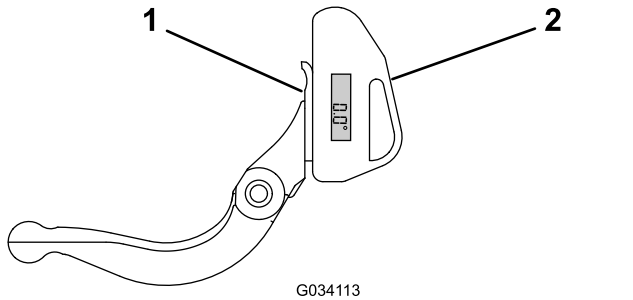

図 24
1. 図 24 に示すように、ベッドナイフの底部に傾斜計をセットする。